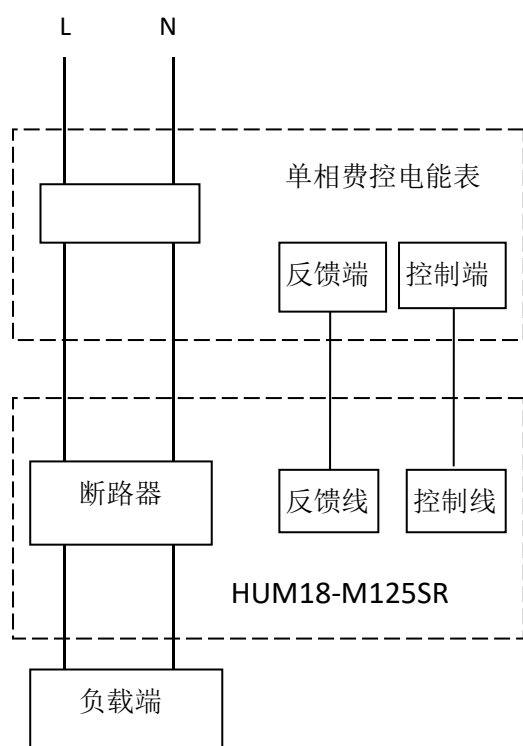
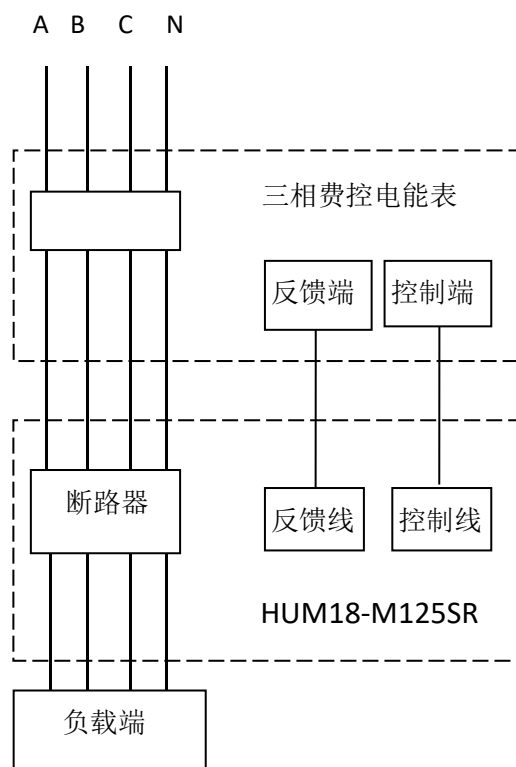

图2 1P+N/2P 接线图
图3 3P+N/4P 接线图
5.2 将产品安装到35mm导轨上（断路器上进线接电源，下出线接负载，不允许倒接）。按图2、图3、表3要求接线，并插入控制线，反馈线（智能电表若无反馈接口，则不接反馈线）完成后送电。接线图中相应控制线接控制端，反馈线接反馈端。